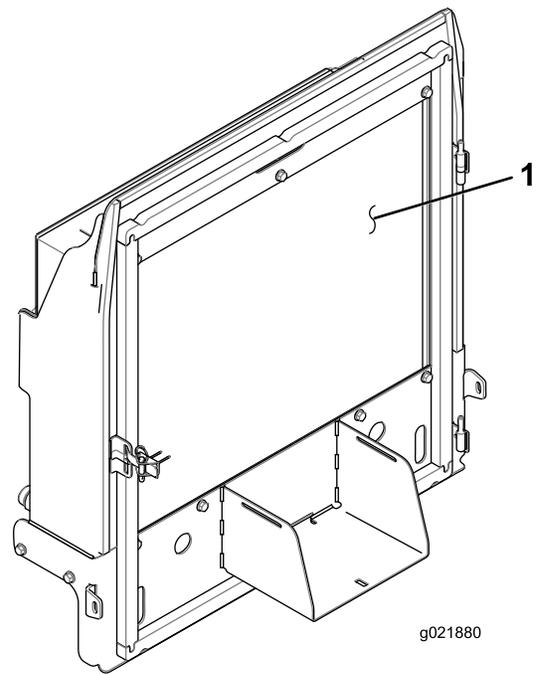

Figura 137
4. Limpie a fondo ambos lados de la zona del radiador/enfriador de aceite con aire comprimido (Figura 137).